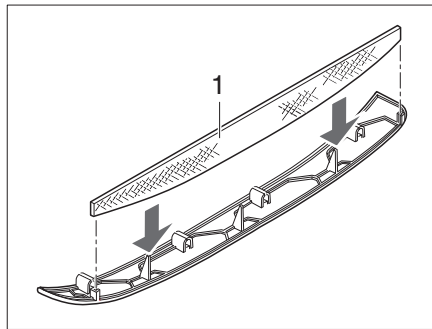
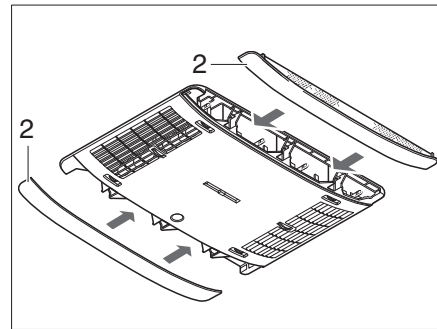

Fig. 156 Filtro de pelusas de la instalación de aire acondicionado
Fig. 157 Paneles de instalación de aire acondicionado
En los paneles laterales (Fig. 157,2) hay dos filtro de pelusas. Los filtros de pelusas deben ser limpiados a intervalos regulares, pero por lo menos cada 6 meses, y reemplazados en caso necesario.
- Sacar los paneles (Fig. 157,2) del distribuidor de aire y limpiar los filtro de pelusas (Fig. 156,1) o reemplazarlos si es necesario.